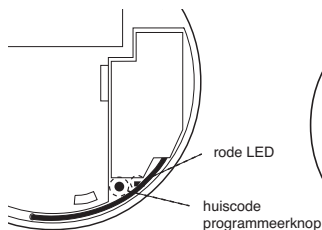

Fig 6
3. Voor zowel 1- als 10-jaars melders: de RF modules krijgen vanuit de fabriek een algemene code mee, waarmee de melders draadloos met elkaar kunnen “communiceren”. Wij adviseren om de RF module de (eigen) huiscode mee te geven, zodat verstoring in de “communicatie” door andere signalen in en buiten uw woning nog verder verminderd kan worden. Stel de huiscode in voordat u de melder op de montageplaat klikt. Druk daartoe de huiscode programmeerknop op de RF module in totdat de rode LED gaat branden (zie fig. 6). Laat dan de knop los.